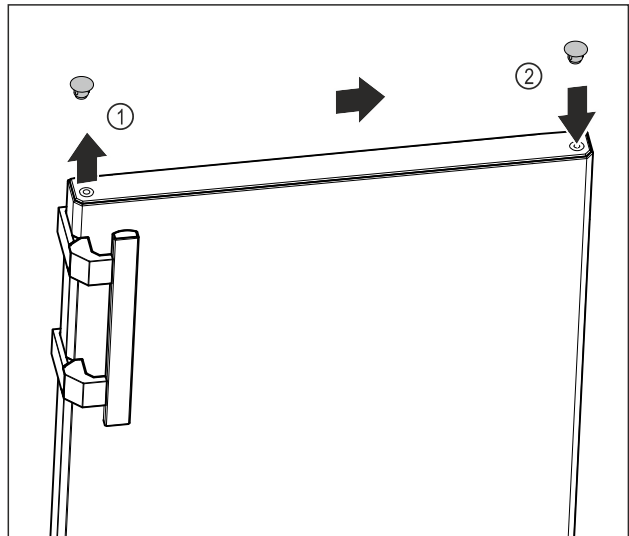

Fig. 13
- ▶ Осторожно поднимите заглушку в верхней части двери Fig. 13 (1) при помощи шлицевой отвертки.
- ▶ Установите заглушку на противоположной стороне. Fig. 13 (2)